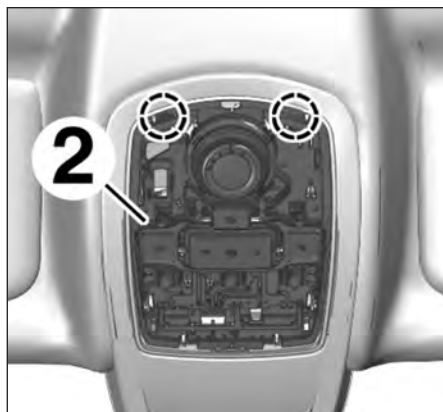

FIG.62
- Dégrafer la console de pavillon (2) (Fig.62).
- la console de pavillon (2) (Fig.62).